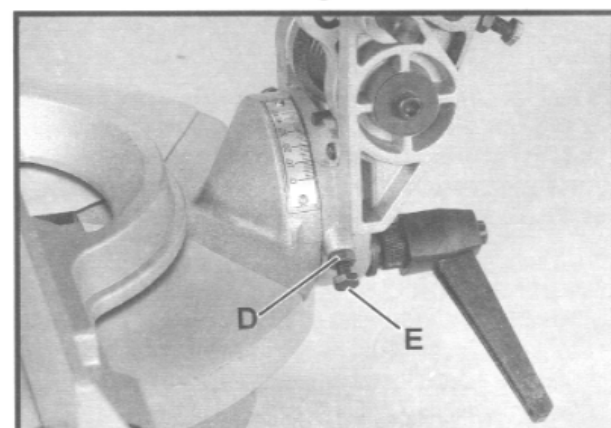

Fig. 27
7. Ist eine Korrektur nötig, die Mutter (D) Fig. 27 lösen und die Einstellschraube (E) verstellen bis der 45° Winkel zwischen der Lehre genaustes entspricht. Die Mutter (D) festziehen